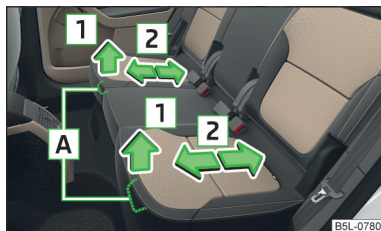

Fig. 60
- Trageți maneta **A** în sensul săgeții **1** și împingeți scaunul în direcția dorită, în sensul săgeții **2** » fig. 60.
- Împingeți scaunele laterale din spate cât mai mult posibil spre înapoi » fig. 60 la pagina 75.